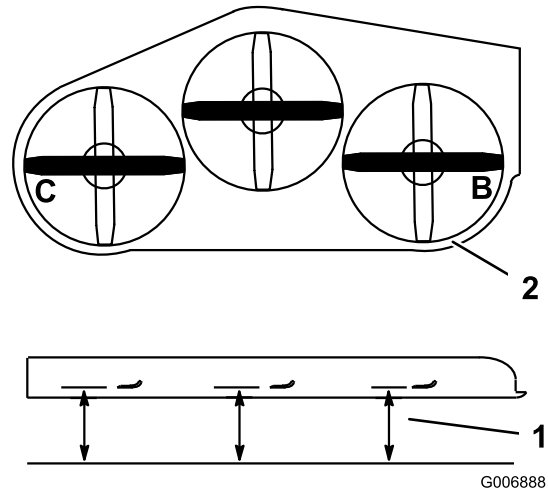

Figura 62
1. Coloque la cuchilla derecha en posición longitudinal (Figura 62).
2. Mida la cuchilla derecha en la posición **B** desde una superficie nivelada hasta el filo de corte del extremo de la cuchilla (Figura 62).
4. Coloque la cuchilla izquierda en posición longitudinal (Figura 62).
5. Mida la cuchilla izquierda en la posición **C** (Figura 62) desde una superficie nivelada hasta el filo de corte del extremo de la cuchilla.